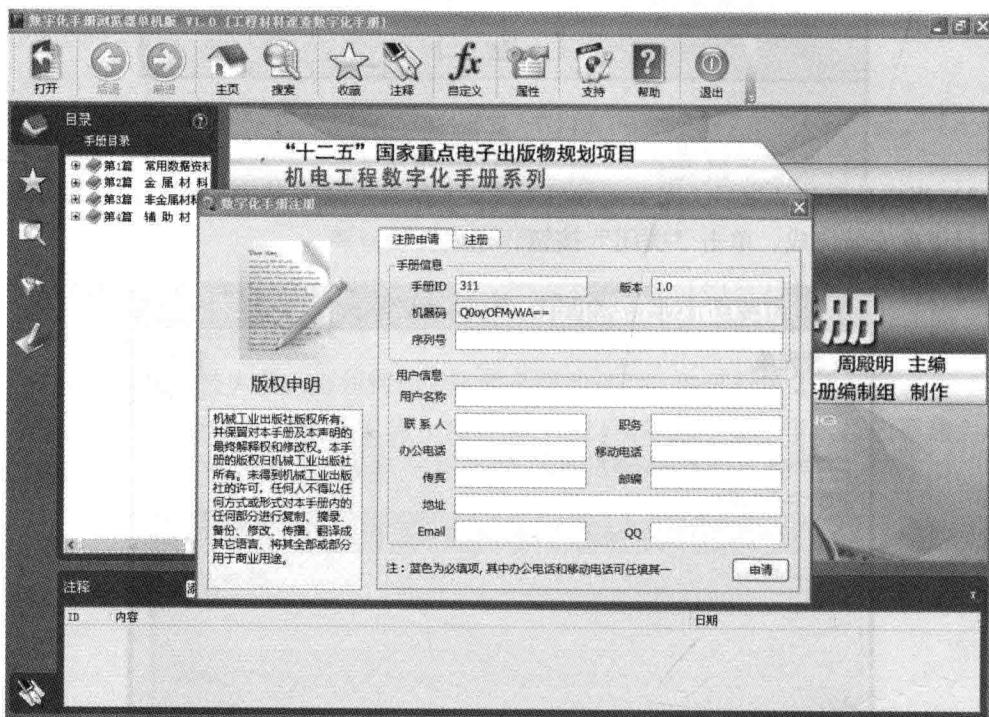

图 1-9 “数字化手册注册”对话框
当用户在第一次打开数字化手册时，软件系统将自动弹出图 1-9 所示的“数字化手册注册”对话框，要求用户完成注册并取得合法使用数字化手册的权利。只有在完成注册和取得授权后，用户才能正常使用数字化手册。
- 1) 当用户收到手册发行商返回的手册授权文件（文件扩展名为 .lic）后，运行数字化手册，在系统自动弹出的“数字化手册注册”对话框中（见图 1-9）（如果该窗口被关闭，用户可通过工具条上的“属性”按钮弹出“属性”窗口，单击“授权”窗口